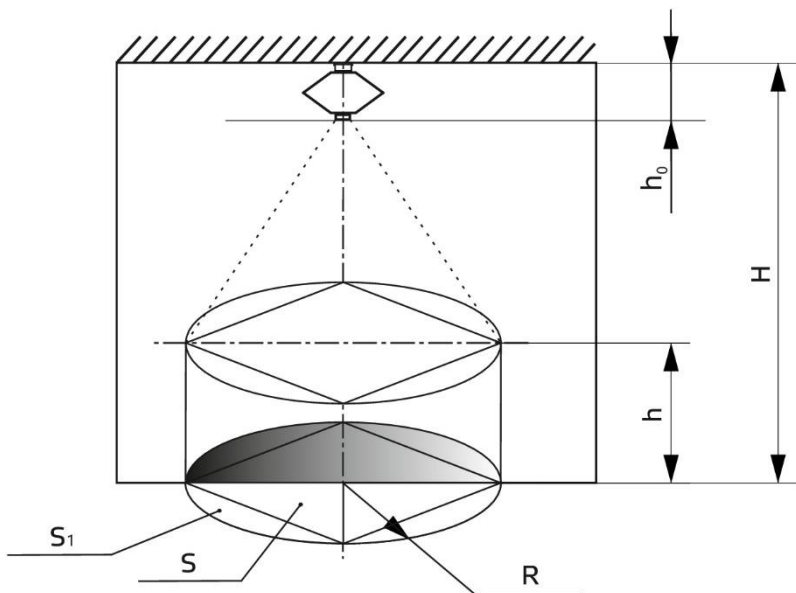

Рис. 1. Размещение МПП «Гарант-7» при тушении очагов пожара класса «А» и «В» на защищаемой площади и в объеме.
1. Защищаемая площадь имеет форму круга, с размещением выпускного узла модуля над его центром (рис. 1).